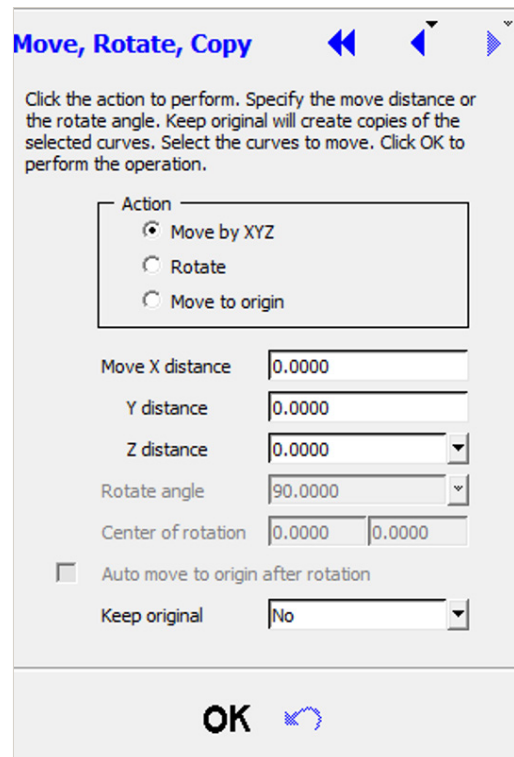
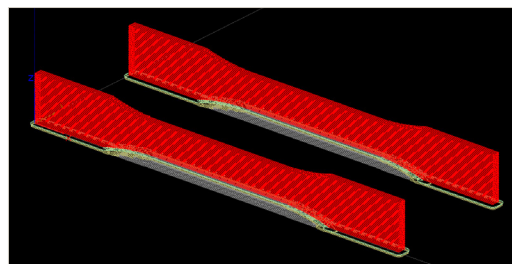

Figure 7. Menu *Move, rotate, copy* (Déplacer, tourner, copier) à droite de l'écran.
Figure 8. Pièce copiée dans Insight.
3. Dans le menu à droite de l'écran (Figure 7), sélectionnez *Yes* (Oui) à côté de *Keep original* (Conserver l'original), puis saisissez la distance à laquelle la pièce doit être copiée à partir de l'origine. Cliquez sur *OK* pour copier la pièce au nouvel endroit (Figure 8). Recommencez la procédure jusqu'à introduire le nombre de copies souhaité dans le fichier. Régénérez les trajectoires et enregistrez la tâche.